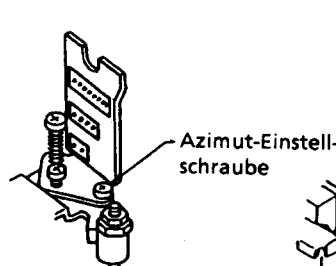

Abbildung 1-58.
- b) Ein Abgleichband verwenden und das 6-kHz - Audiosignal (Monoskopmuster für Videosignal) wiedergeben. Die Azimut- Einstellschraube justieren, um das max. Audio - Ausgangssignal am Oszilloskop zu erhalten (siehe Abbildung 1-58).